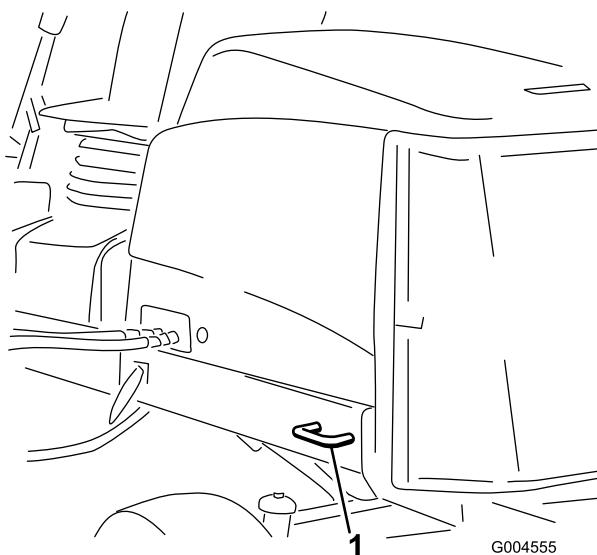

Figura 55
- Parte posteriore della macchina** – ogni lato della macchina sul telaio posteriore (Figura 55).